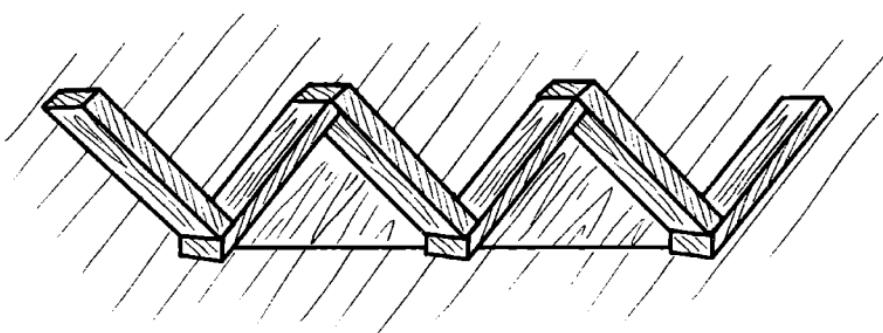

Рис. 92. Полка-зигзаг (общий вид)
I. Полка-зигзаг (рис. 92) состоит из квадратных элементов, между которыми вставлены треугольники, что дополнительно усиливает изделие.